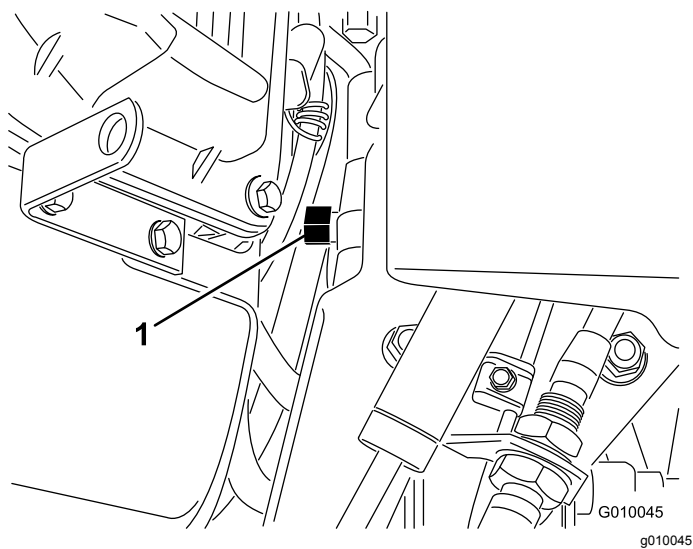

图31
2. 找到发动机与静液压泵之间的旁通阀 图31。
3. 使用 16mm 扳手将旁通阀逆时针旋转 1 圈。这样可以令液压油从泵旁通过令车轮可以转动 图31。
5. 要再次操作机器请将旁通阀顺时针旋转 1 圈 图31。